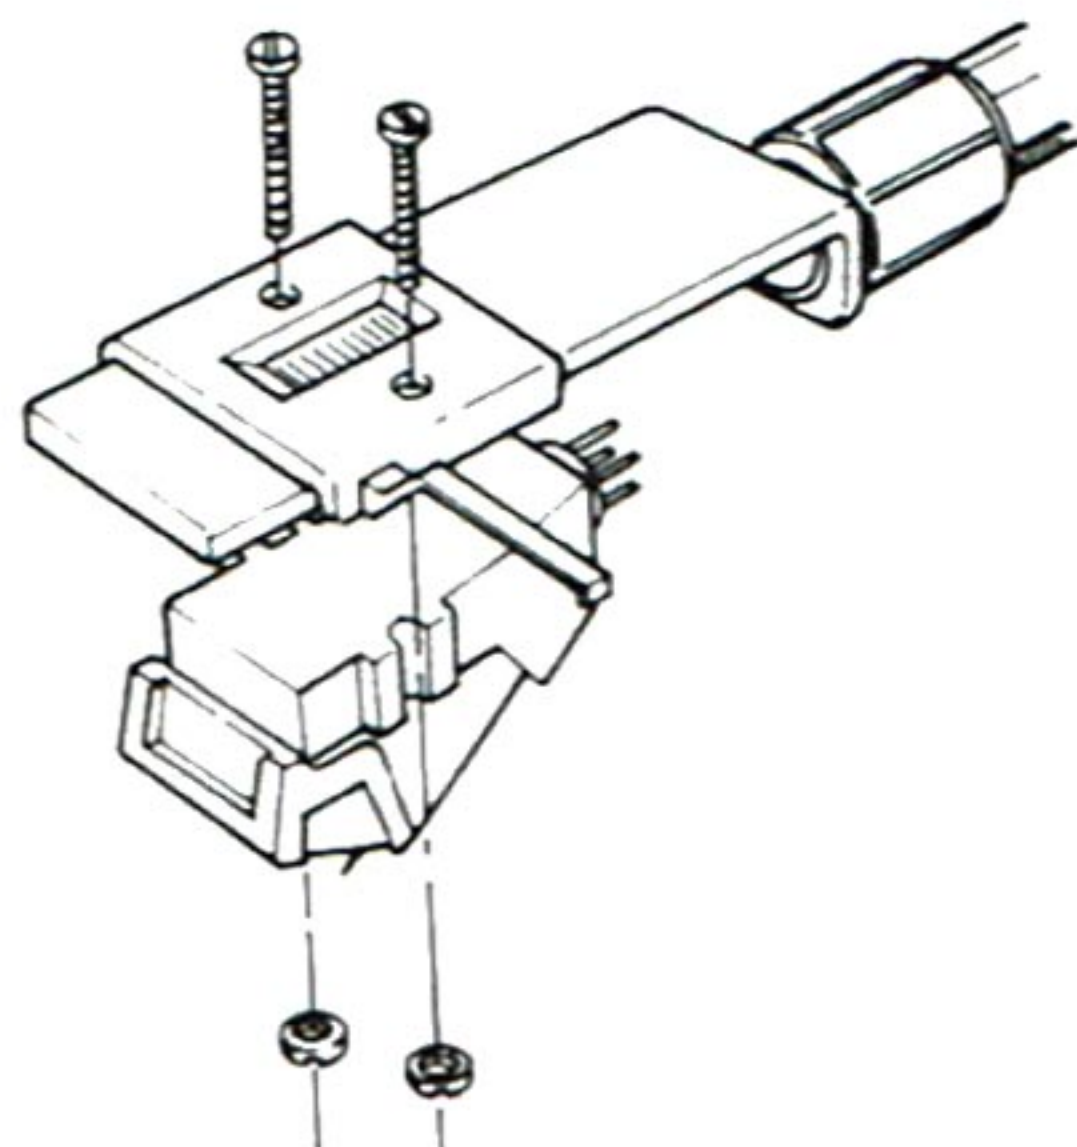

Fig. 2
- 1. Fixer sans bloquer la cellule sur la coquille de phonolecteur à l'aide des vis et des écrous (Fig. 2).